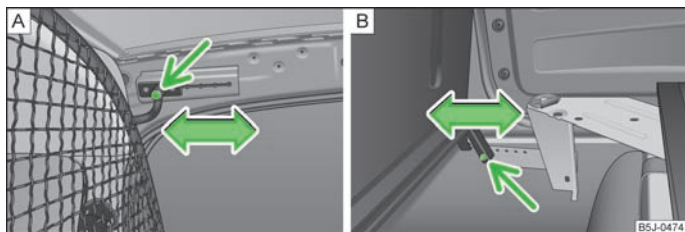

Fig. 157 Alojamiento superior/inferior del panel separador de seguridad
- Desenroscar en cada lado en la parte superior de la carrocería un tornillo » fig. 157 - [A] y uno en la parte inferior » fig. 157 - [B].